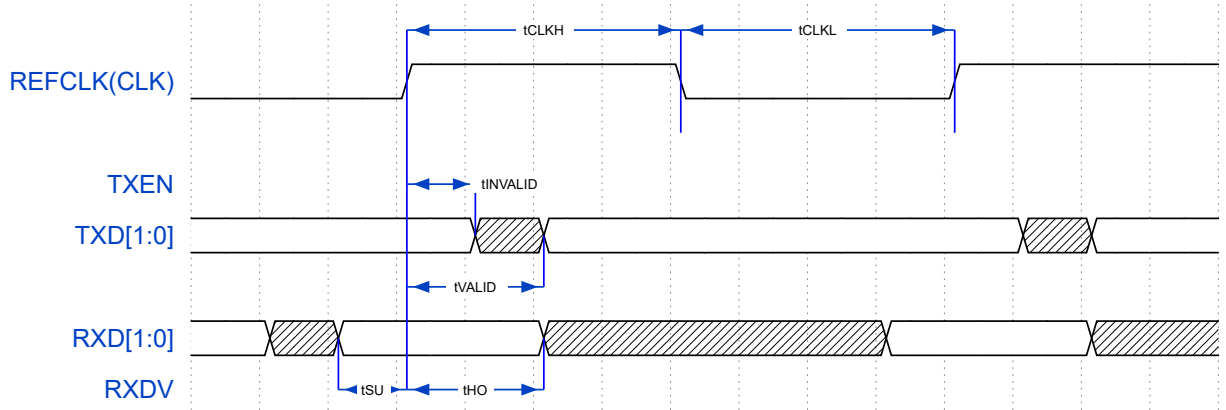

图 21: RMII 接口时序
4.18.1.1 RMII 接口 RMII 接口对应时序如图 21。